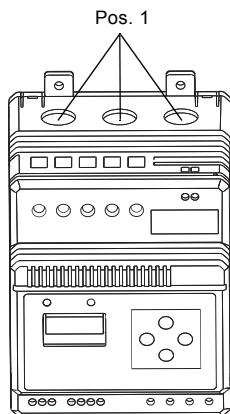

Fig. 5 Kabelgenomföringar
Vid motorströmmar över 120 A, måste strömtransformatorer användas. Se fig. 5, pos. 1.